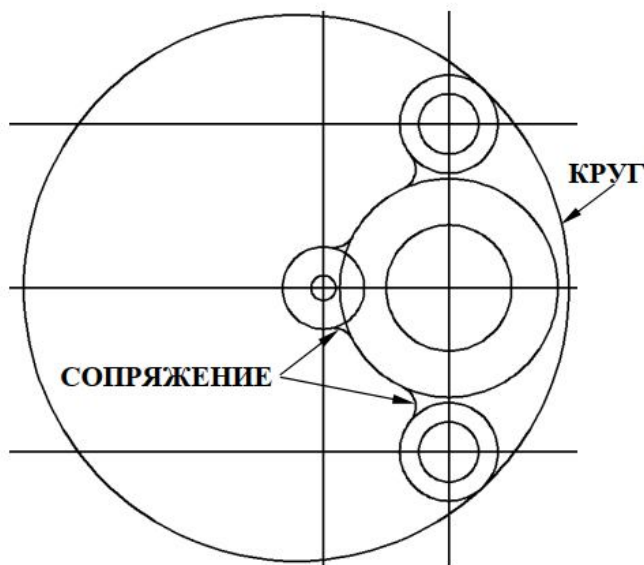

Рисунок 8.5 – Побудова спряжень
6. Скориставшись командою **СОПРЯЖЕНИЕ** або **КРУГ**, побудувати спряження (з'єднання) наявних елементів дугами (колами) заданих радіусів, виконавши графічні побудови для визначення їх центрів (рис. 8.5).